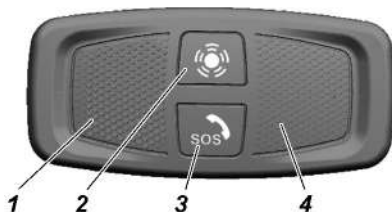

Рис. 3.16. Блок интерфейса пользователя:
- блок интерфейса пользователя (БИП) с кнопкой «SOS» 3 (рис. 3.16) находящийся на внутренней части крыши салона;